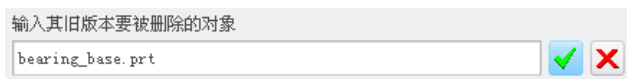

图 3.3.3 “删除文件的旧版本”对话框
选择下拉菜单 **文件** → **管理文件 (M)** → **删除旧版本 (O)** 命令后，系统弹出图 3.3.3 所示的对话框，单击  按钮（或按回车键），系统就会将对象的除最新版本外的所有版本删除。